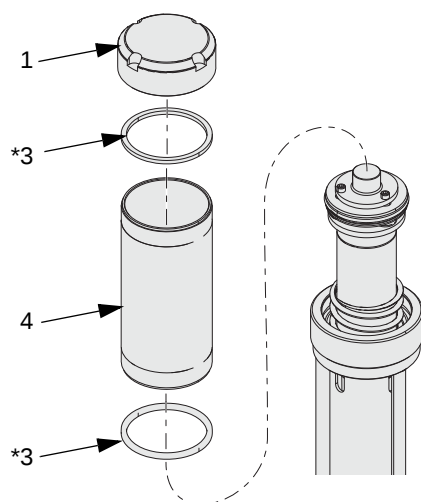

FIG. 10
1. Déposer le bouchon (1), le cylindre (4) et les joints carrés (3*). Vérifier si aucune des pièces n'est endommagée, y compris le ressort sous le bouchon (pas montré sur FIG. 10) et remplacer les pièces endommagées. Voir FIG. 10. Dévisser à la main ou avec une clé à chaîne pour ne pas déformer la forme du cylindre.